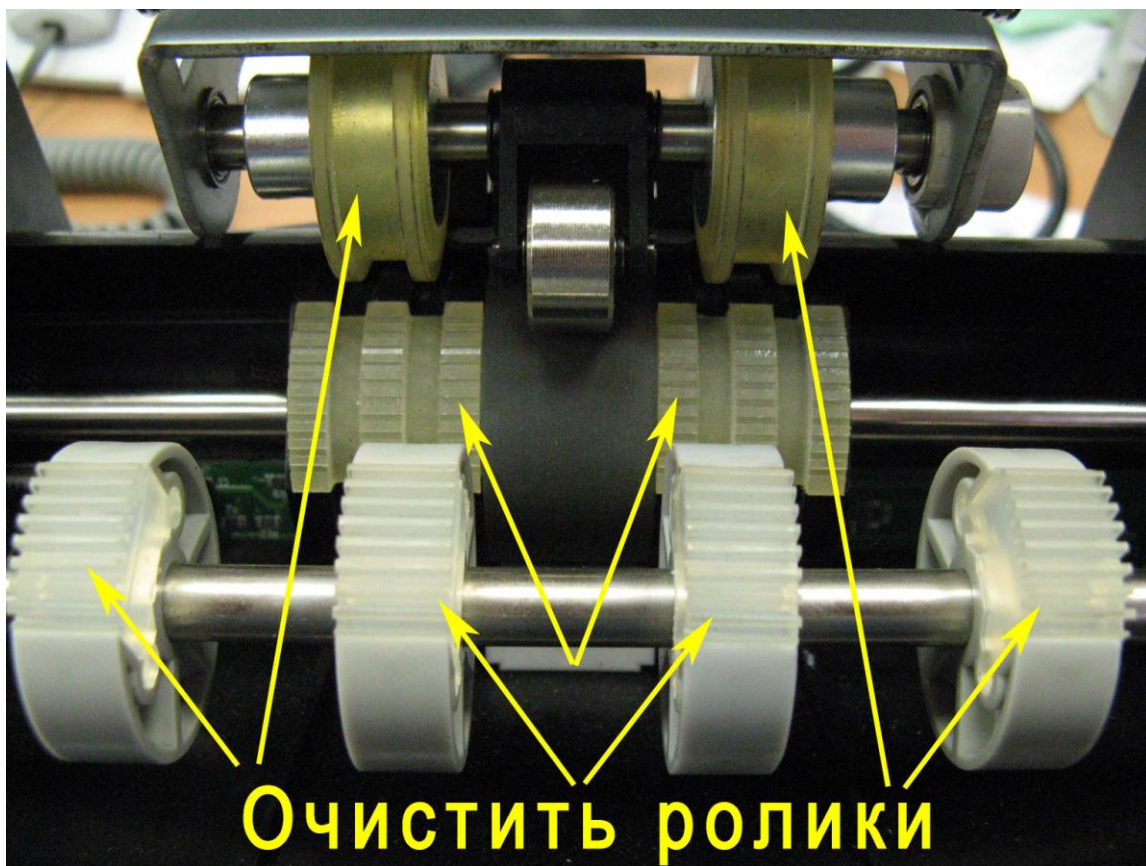

Рис. 6
- 13 - Безворсовой тканью, слегка смоченной средством для очистки и восстановления резиновых поверхностей, протрите все ролики (см. Рис. 6, Рис. 7, Рис. 8).